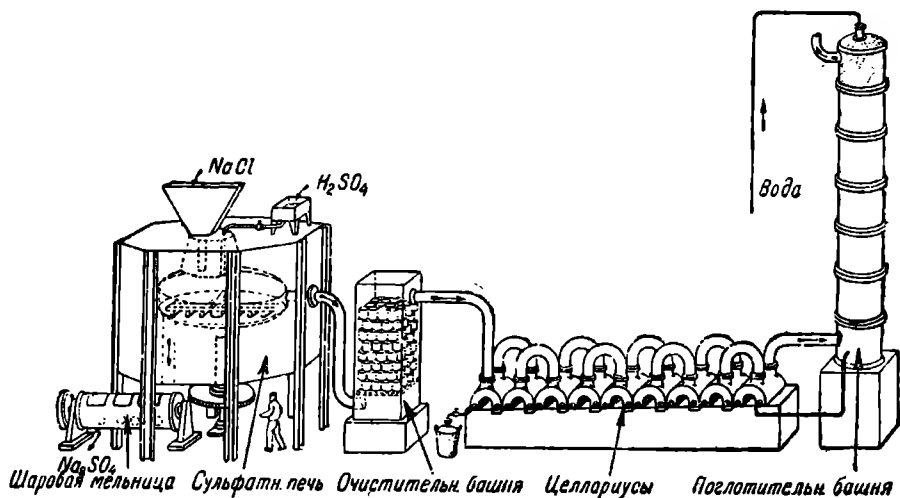

Рис. 97. Схема завода для производства соляной кислоты и сульфата.
3. Заводское получение соляной кислоты. Указанный способ получения хлористого водорода применяется и на производстве. На рис. 97 дана упрощенная схема современного завода для производства соляной кислоты и сульфата.
Реакция между поваренной солью и серной кислотой происходит в чаше, сложенной из огнеупорных и кислотоупорных плит из обожженной глины. Эта чаша находится внутри печи и вместе с прикрывающим ее сводом образует как бы плоскую коробку — муфель, который снизу и сверху обогревается пламенем генераторного газа (на рис. 97 муфель показан внутри печи пунктиром).